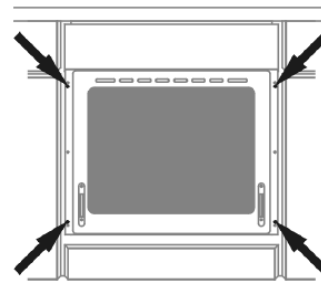

Abbildung 11 Backofen
- Den Backofen vollständig in den Umbauschrank schieben. Mit vier Schrauben an den auf der Skizze Abb.11 dargestellten Stellen in dieser Position sichern.
- alle 4 Befestigungsschrauben lösen Abb.11